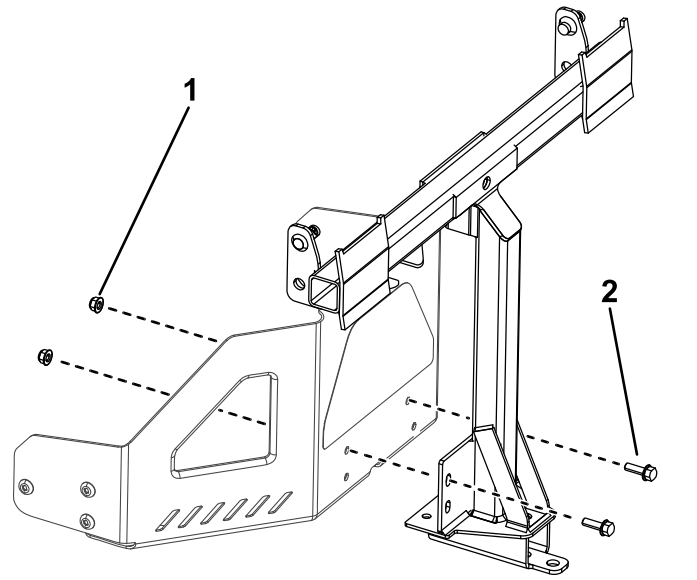

図 6
2. ピボットフレームを機体フレームに、図 6のように取り付ける。ピボットフレームを固定するボルト5/16 x 1"2本とロックナット5/16"2個を使用する。